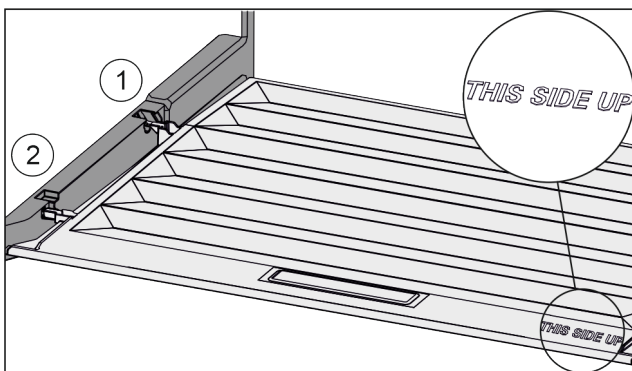

Fig. 37
- ▶ Ramiona pokrywy wprowadzić ponad otworem tylnego uchwyty Fig. 37 (1) i zazębić z przodu w uchwycie Fig. 37 (2).